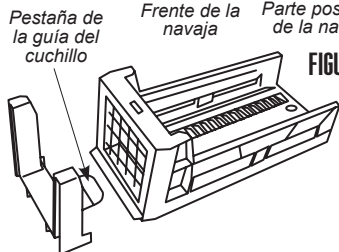

FIGURA 3
3. Con las pestañas del pisón apuntadas hacia arriba, y el pisón mismo hacia afuera, empújelo horizontalmente hacia el frente del mango del trinquete y deslícelo hacia arriba para dejarlo en su lugar. Las ranuras del pisón deben alinearse con las ranuras del mango del trinquete. El pisón se engancha en su lugar (FIGURA 3).